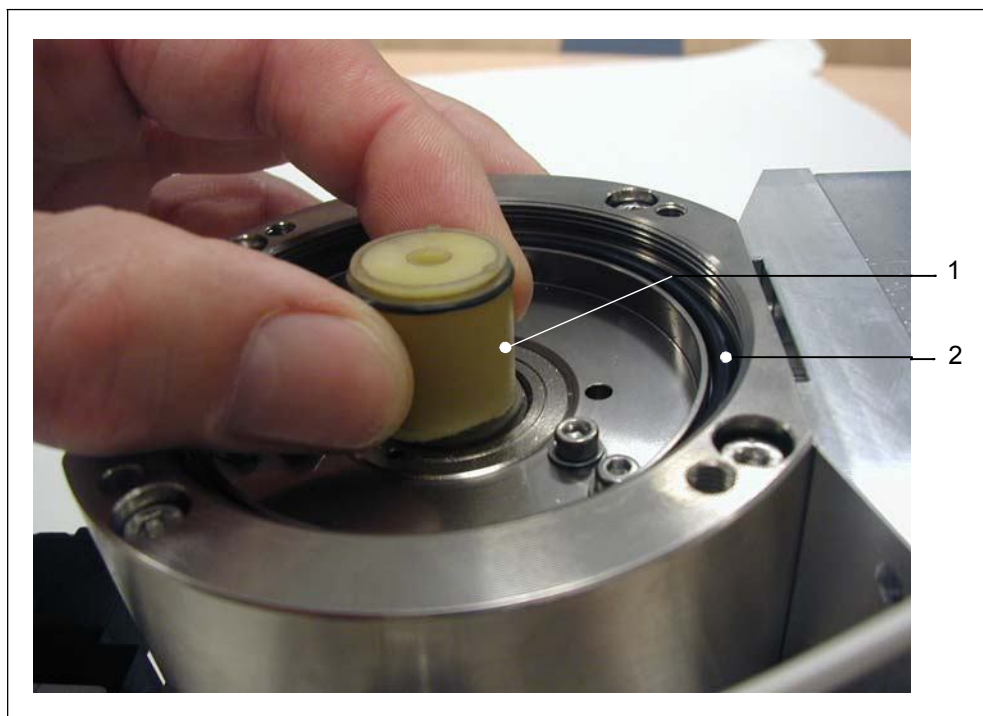

Рис. 7-4 Замена резервуара для смазки.
- 7 Вставьте новый резервуар. Смотрите Рис. 7-4.
- 8 Замените уплотнительное кольцо (Рис. 7-4/2) на новое. Убедитесь, что новое уплотнительное кольцо установлено правильно. Неправильная установка уплотнительного кольца может стать причиной большой течи и неисправности оборудования.